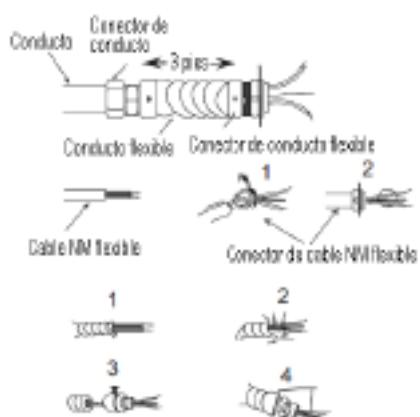

Figura 6. Conectores, cable y demás elementos utilizados para el cableado del calefactor
2. Fije los conectores de cables a la unidad (consulte la figura 6) y deslice el cable de calibre 10 a través de este conector de cables.
NOTA: A todo el cableado lo debe realizar un electricista certificado y se debe efectuar de conformidad con los códigos nacionales y locales de electricidad de Estados Unidos. Es posible que se necesiten conductos en el caso de determinadas aplicaciones; consulte la figura 6. Verifique los códigos locales de electricidad. Si se tiende el cableado en conductos y se desea girar el calefactor, asegúrese de comprar una cantidad suficiente de conducto flexible que permita girar el calefactor.